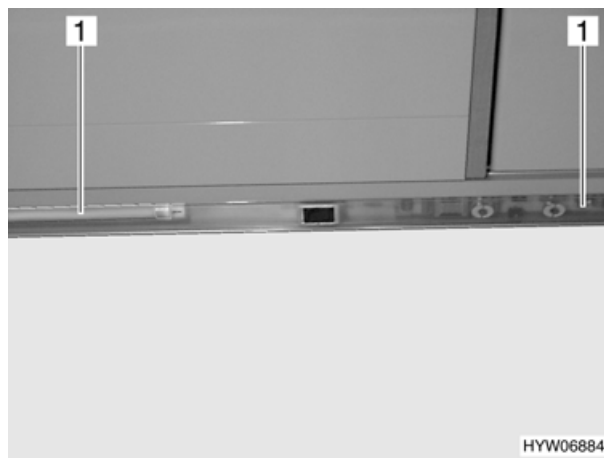

Fig. 83 Luce area cottura/plafoniera del vano abitabile
- Tirare il vetro della luce (Fig. 83,1). Iniziare ad estrarre tirando a destra o a sinistra.